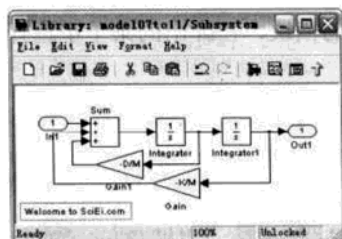

图 7.62 编辑库模块
(2) 右击模型中的 Subsystem 模块, 在弹出的对话框中选择 Link Options | Disable link 命令。
(3) 右击模块库中的模块, 在弹出的菜单中选择 Look under mask 命令, 编辑如图 7.62 所示, 添加一行模型说明后保存。